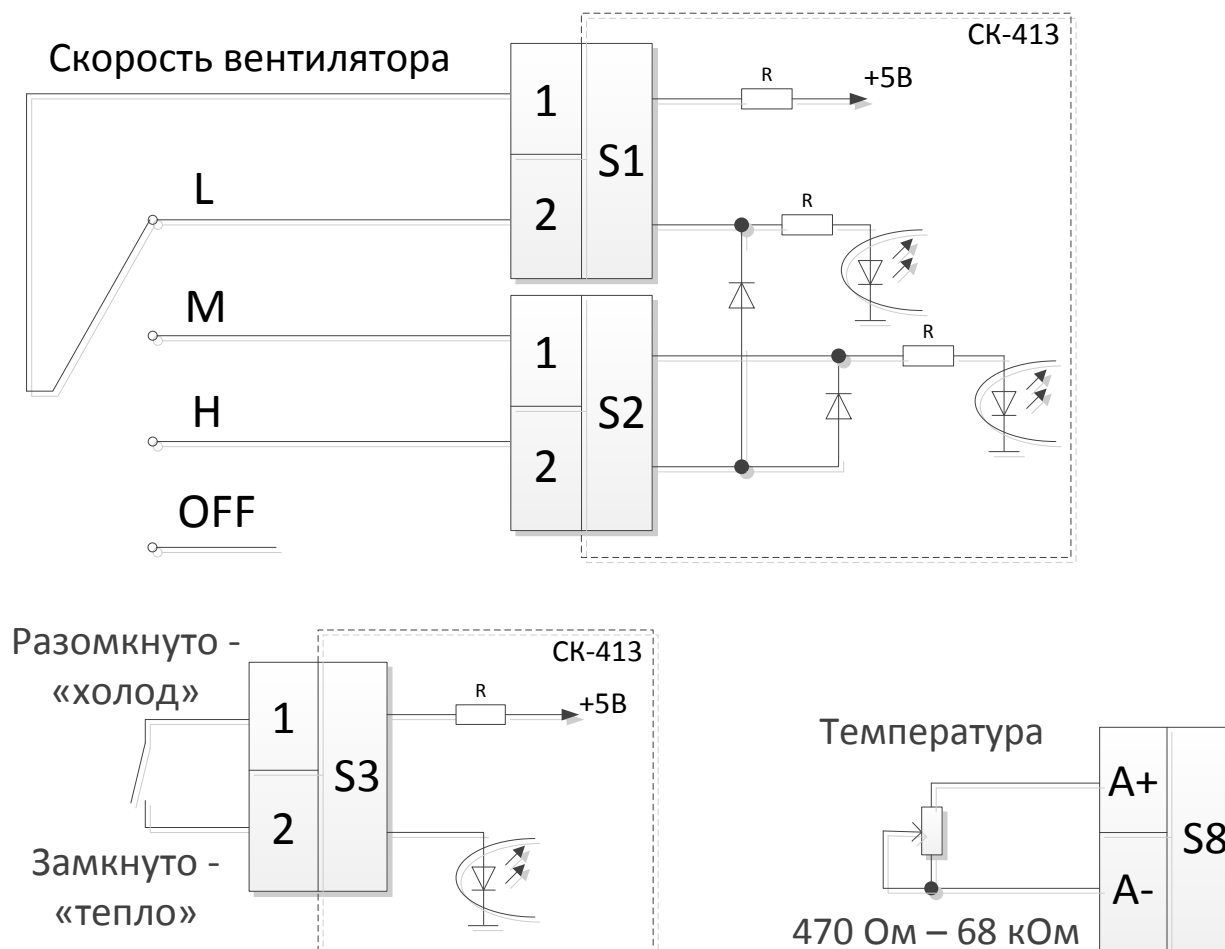

Рисунок 4.3- Режим 2 (управление фанкойлом)
**В режиме 2** (режим управления фанкойлом) все параметры работы кондиционера задаются адаптером. Включение/выключение и скорость вентилятора определяются замыканием S1.1- S1.2- S2.1- S2.2. Режим задаётся контактами S3.1 и S3.2, а температура – сопротивлением между А+ и А- (независимо от состояния SS2). См. рисунок 4.3 и таблицу 4.2.